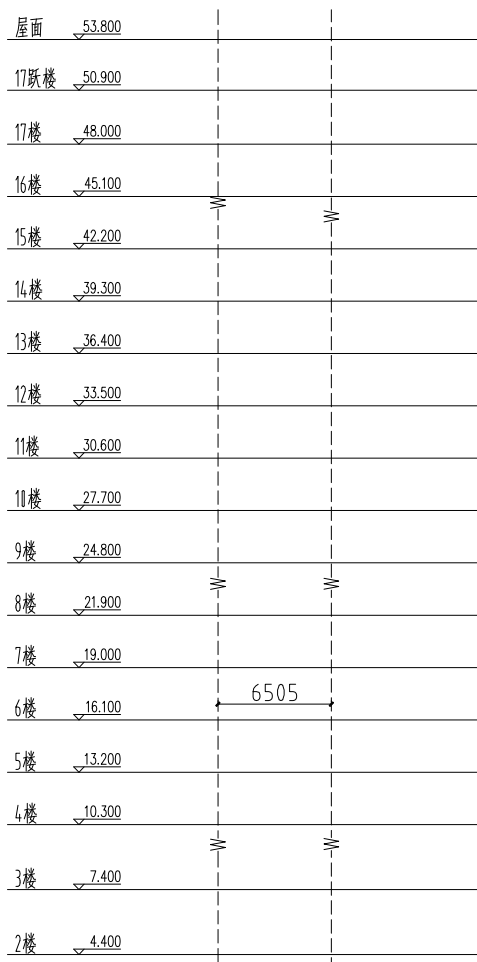

图 13-78 绘制排水系统污水管线
**03** 绘制污水管线。在命令行中输入 HZGX 命令按回车键，在弹出的【绘制管线】对话框中单击“污水”按钮，在绘图区中分别点取管线的起点和终点，绘制污水管线的结果如图 13-78 所示。